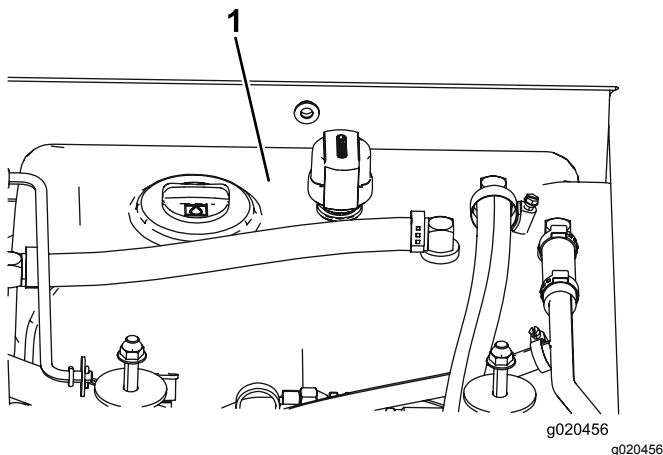

Figure 99
3. Remplissez le réservoir (Figure 99) de liquide hydraulique ; voir Contrôle du liquide hydraulique.